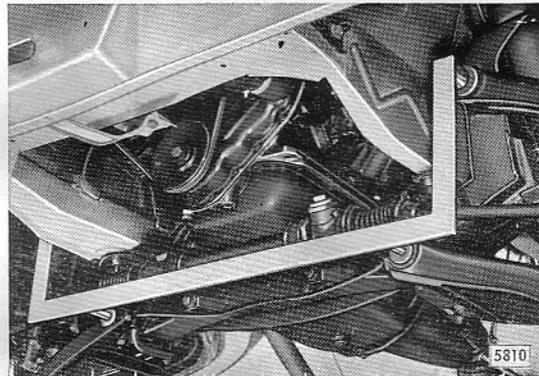

Bild B 17 - Vorderachskörper-Prüflehre S-1287 von vorn angesetzt
3. Vorderachskörper-Prüflehre S-1287 von **vorn** so ansetzen, daß sich die beiden oberen Hülsen über die Sechskantköpfe der oberen Lenkerachsen schieben und sich die beiden unteren Führungstifte in die Gewindebohrungen der unteren Lenkerachsen einsetzen (Bild B 17).